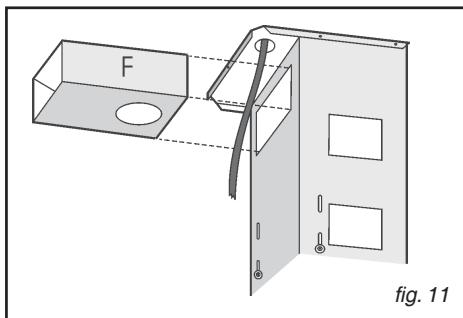
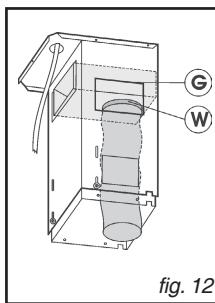

fig. 11
fig. 12
- Indfør luftskærmen (F) i teleskoprøret (Fig. 11). Ved brug af åbningerne G (Fig. 12), monter flangen (W) til skærmen (F) og lås den ved at dreje. Fastspænd en flexslange (diameter 125 mm) for luftudledningen (Fig. 12) til flangen (W).